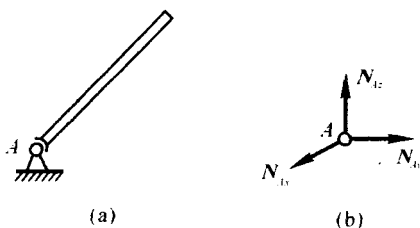

图 1.8
(5) 球铰链。约束反力的作用线恒通过铰链球心，其方向不能预先独立确定。它可用通过球心而大小未知的 3 个正交分力表示，如图 1.8 所示。